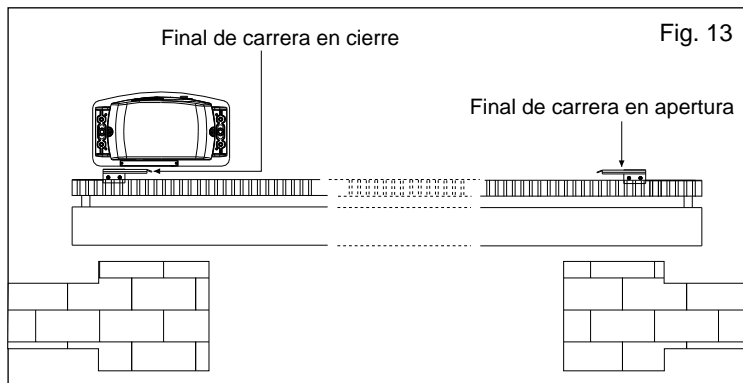

Fig. 13
7.1. Para instalar y regular los finales de carrera en apertura, seguir las instrucciones abajo elencadas (Fig. 13):
7.2. Para instalar y regular los finales de carrera en cierre, seguir las instrucciones abajo descritas (Fig. 13):